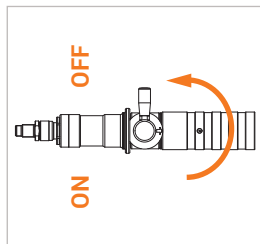

Figure 13
- ▶ Tournez le levier de commande (pos. 3) du nozzle de ravitaillement de 180° en position OFF (Figure 13).